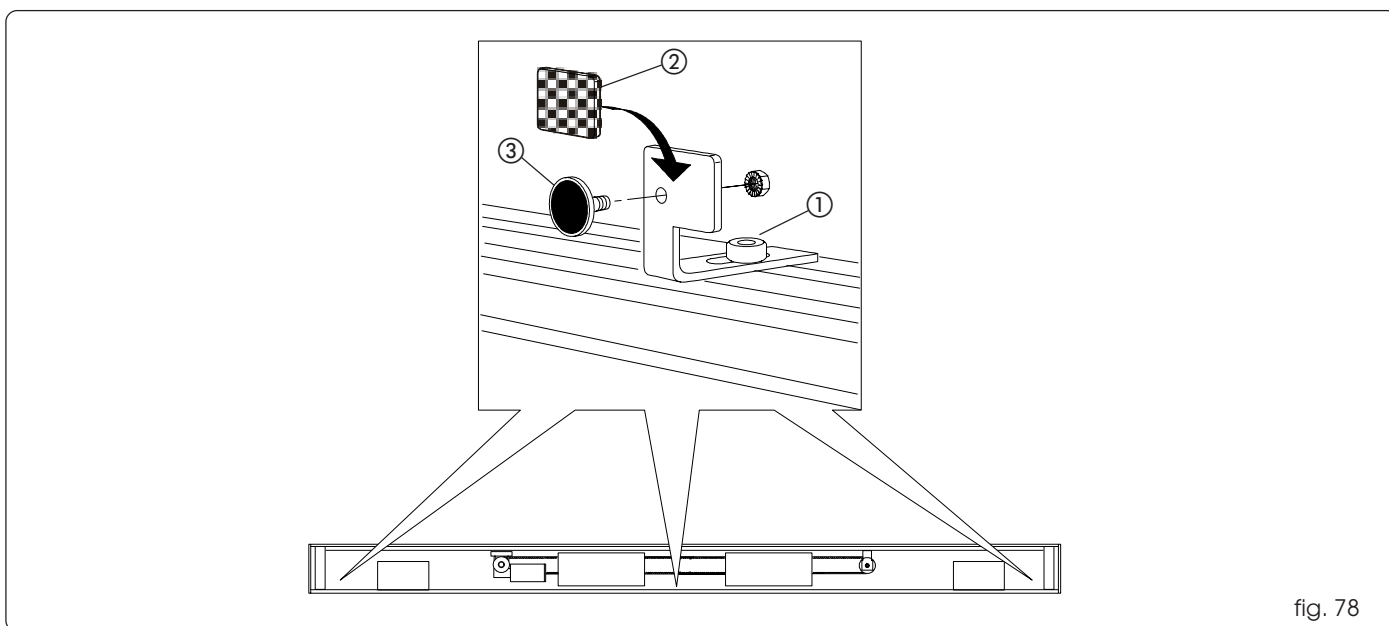

fig. 78
Montare le tre staffe fissaggio carter utilizzando le viti in dotazione (fig. 78 rif. ①).
Se si utilizzano gli accessori di fissaggio carter standard applicare il velcro sulle staffe di fissaggio (fig. 78 rif. ②).
Se si utilizzano gli accessori di fissaggio carter lx applicare i magneti sulle staffe di fissaggio (fig. 78 rif. ③).